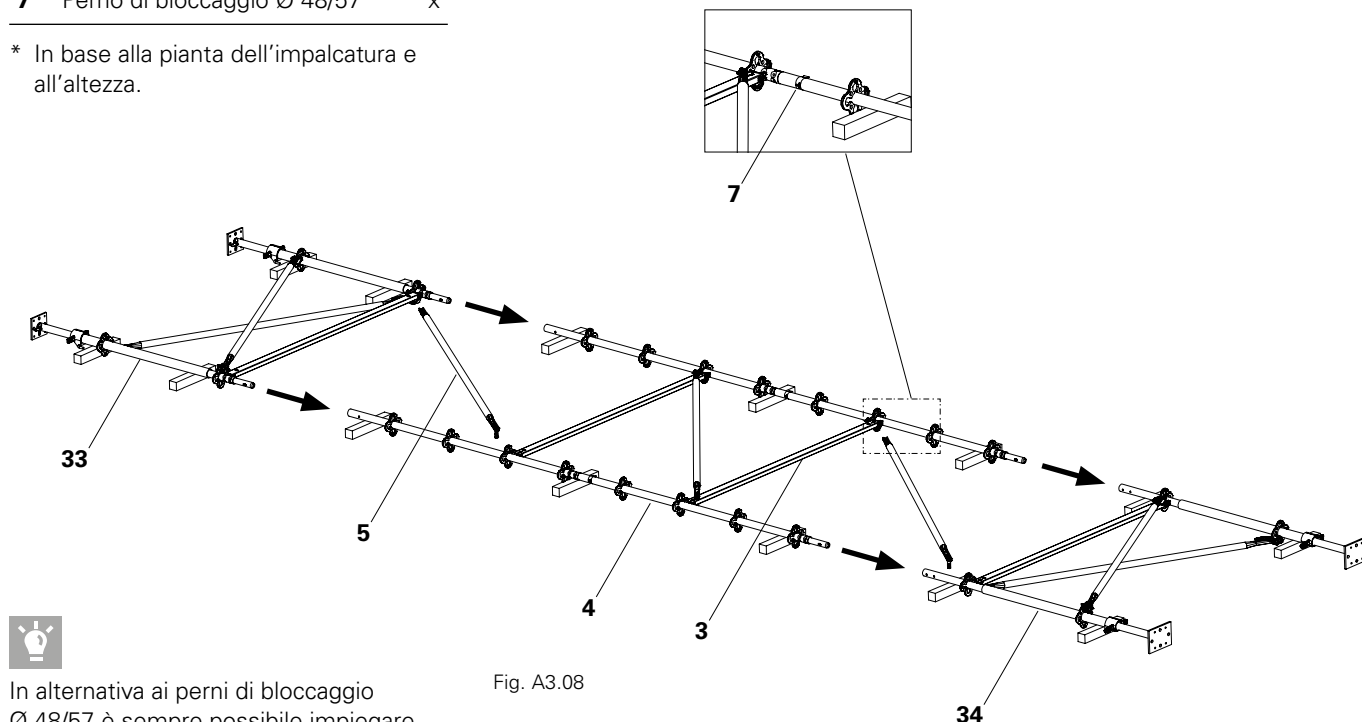

Fig. A3.08
1. Inserire i montanti (4) nella testa pronta (34) e fissare con perni di bloccaggio (7).
2. Collegare i montanti con i correnti orizzontali (3) e i diagonali verticali (5) a formare una stilata di torri più ampia.
4. Inserire la base pronta (33) e fissare con perni di bloccaggio (7). (Fig. A3.08)